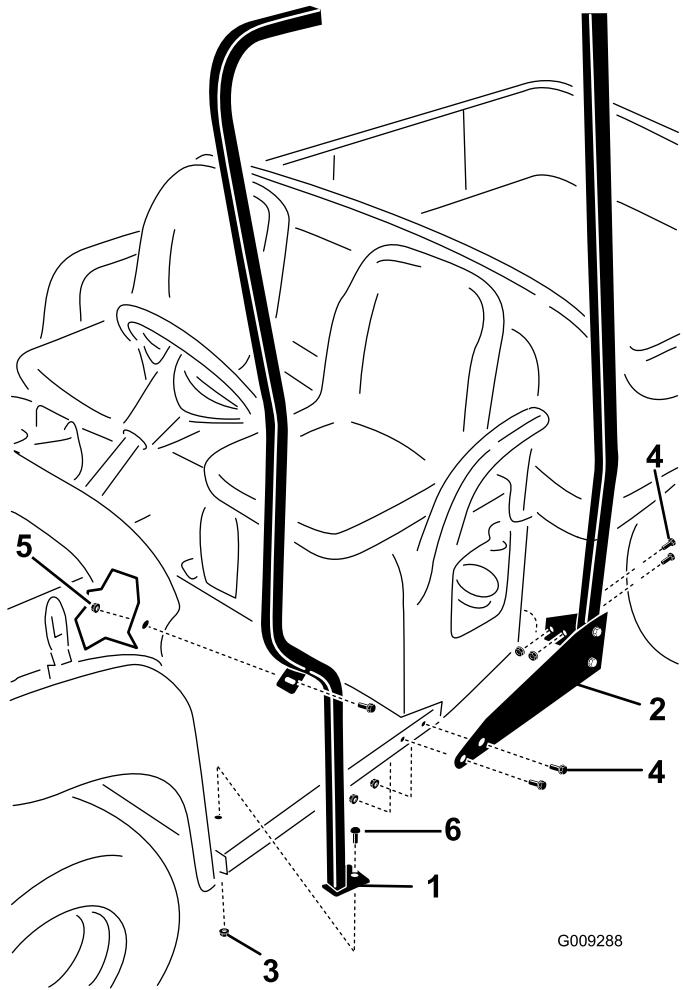

Bild 3
- Befestigen Sie das hintere Rohr und die Stützhalterungen mit acht Schrauben (5/16" x 1") und acht Bundmuttern (5/16") lose an der Maschine, wie in Bild 3 abgebildet.
- Befestigen Sie das linke, vordere Stützrohr an der Maschine, wie in Bild 3 abgebildet.
- Entfernen Sie die hintere Schraube und Mutter, mit denen das Armaturenbrett an der vorderen Rahmenstütze an der linken Seite der Maschine befestigt ist (**Bild 3**).
- Befestigen Sie die vorderen Stützen lose am Boden der Maschine (Bild 3).